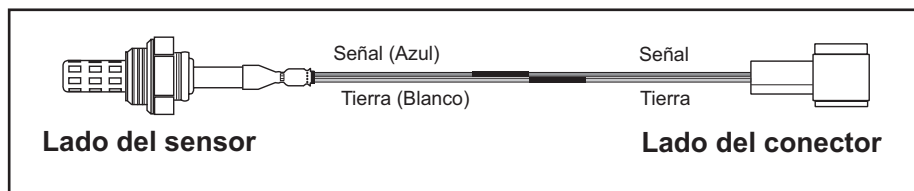

figura 3
10. Centrar el tubo termoretráctil sobre la cabeza del conector y aplicar calor para sellar las conexiones, para que no les entre agua. (ver figura 3)